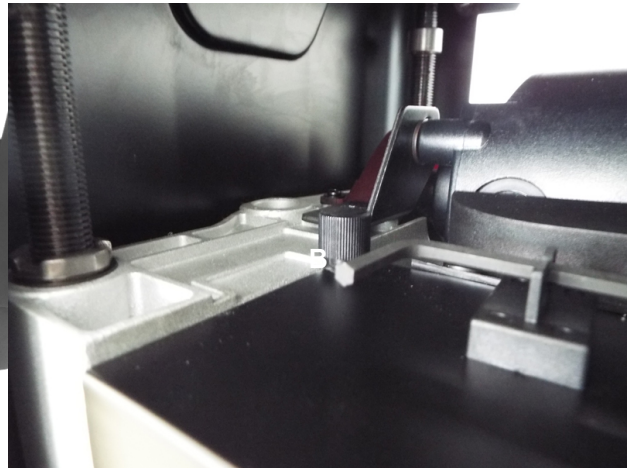

ABB. 7
3. Lösen Sie nun die Flügelschrauben (B) und entfernen Sie den Hobelwellenschutz (A) S. Abb. 7 auf der folgenden Seite.